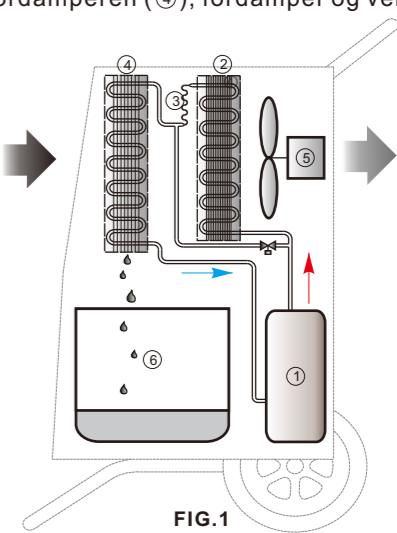

FIG.1
(Se FIG.1) MDR-affugternes design er baseret på nedkølingscirkulationssystemet. I dette hermetisk lukkede system pumper og komprimerer kompressoren (①) kølemedlet til en gas med høj temperatur og sender den videre til kondensatoren (②).